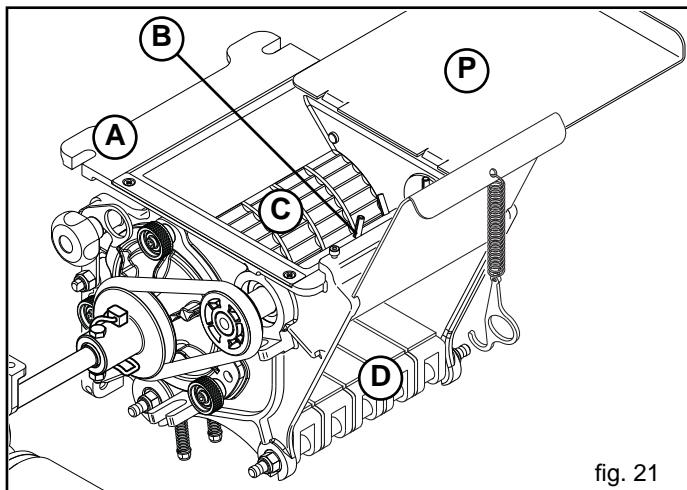

fig. 21
Der Dosierer (Abb. 21) ist die wichtigste Vorrichtung für den Betrieb der Sämaschine und ist unter dem Saatgutbehälter (Düngerbehälter) angebracht.
- B) **Trichter mit Saatgut:** Die mobile Abdeckung (P, Abb. 21) verwenden, um die Saatgutversorgung des Trichters zu unterbinden. Anschließend die Dosierkammer leeren.
WICHTIG: Vor dem Beginn der Aussaat die Abdeckung (P, Abb. 21) öffnen, um die Saatgutversorgung zu ermöglichen.